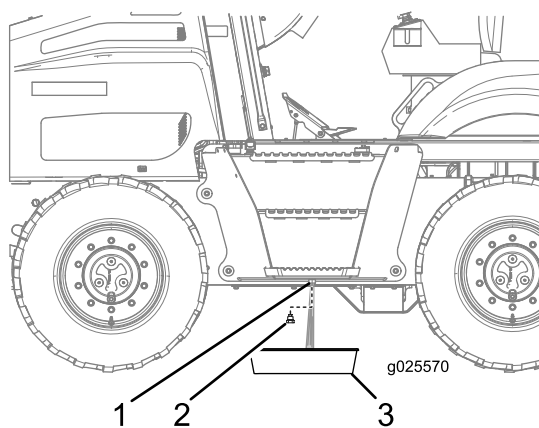

Figura 71
3. Desaparafuse o bujão de drenagem do tanque de combustível e drene a água (Figura 71).
4. Quando o combustível sair limpo, instale o bujão de drenagem, apertando-o com firmeza (Figura 71).